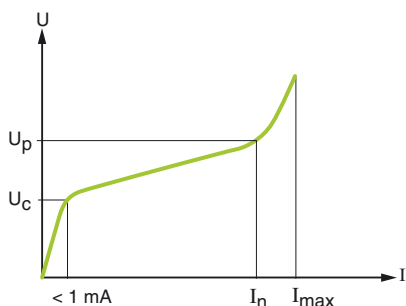

Fig. 1 - Kennlinie für Spannung/Strom
■ Der Ableiter wird charakterisiert durch U_c , U_p , I_n und I_{max} (Fig. 1).